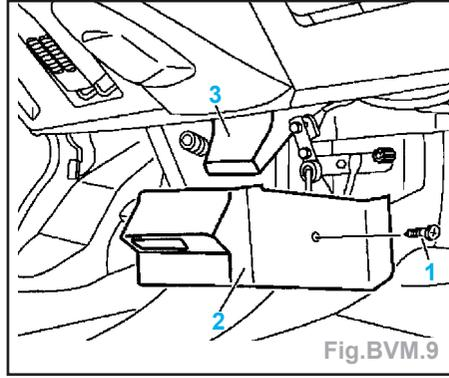

Fig.BVM.9
- Déposer le raccord du conduit d'air (3) (Fig.BVM.9).